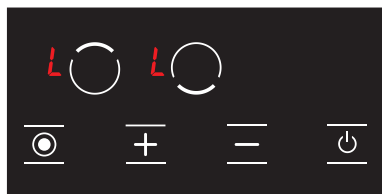

Abbildung 16
3. In diesem Moment ist die Kindersicherung aktiv und um diese Situation auszudrücken werden an allen Kochplatten das Symbol  angezeigt. (siehe Abb. 16) Wenn eine heiße Kochplatte vorhanden ist, werden die Symbole  und  abwechselnd auf dem Bildschirm angezeigt.